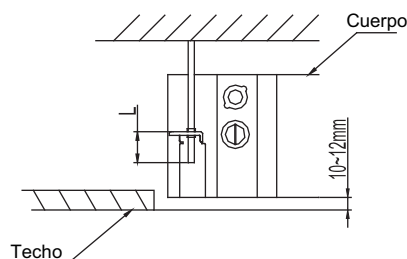

Fig.1-4
- Ajuste la posición para garantizar el espacio entre el cuerpo y los cuatro lados del techo. La parte inferior del cuerpo debe hundirse como máximo 10 ~ 12 mm (ver fig. 1-4).
- En general, L es la mitad de la longitud del tornillo del gancho de instalación (consulte la Fig. 1.4).